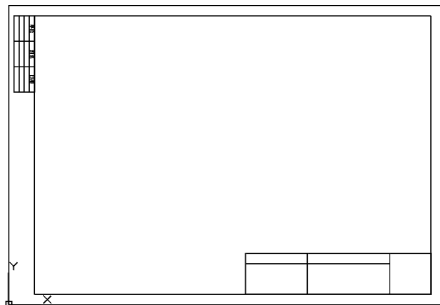

图 8-73 绘制 A3 外边框
(3) 单击“默认”选项卡“绘图”面板中的“矩形”按钮，以坐标原点为第一角点，绘制420×297的矩形，结果如图8-73所示。